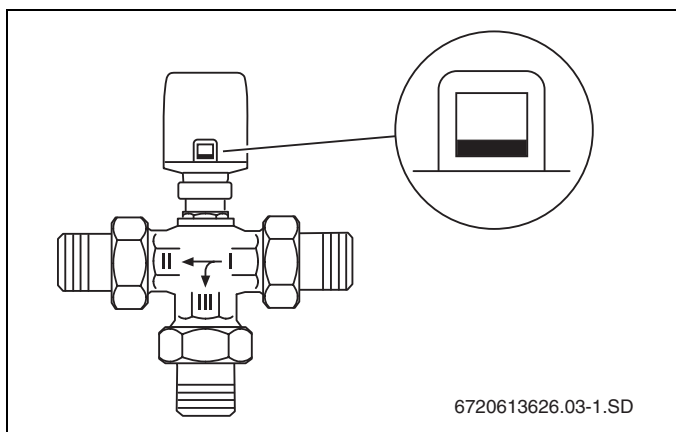

Рис. 8 Указатель подъема в обесточенном состоянии
- Указатель подъема виден только внизу (→ рис. 8).